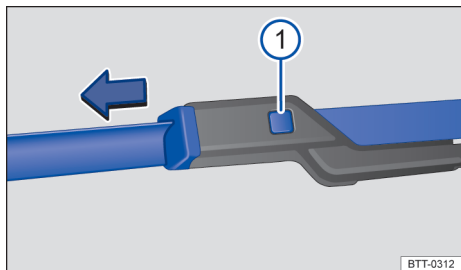

Fig. 146 No para-brisa: substituir as palhetas dos limpadores do para-brisa.
- Manter o botão de destravamento → Fig. 146 ❶ pressionado e, ao mesmo tempo, retirar a palheta dos limpadores do para-brisa no sentido da seta.